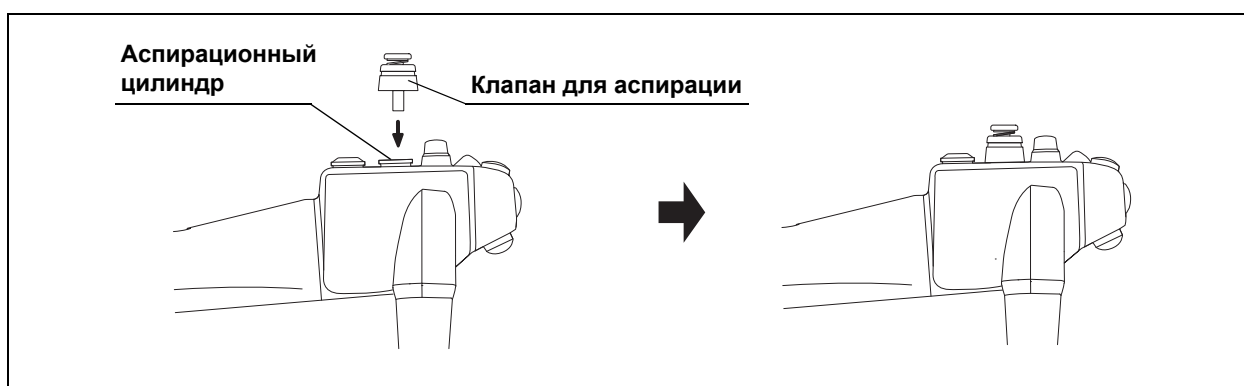

Рисунок 3.29
- 2 Присоедините клапан для аспирации к аспирационному цилиндру эндоскопа (см. Рис. 3.29 и 3.30). Убедитесь в том, что клапан установлен правильно, и его юбка не топорщится. Убедитесь в том, что клапан не проворачивается.